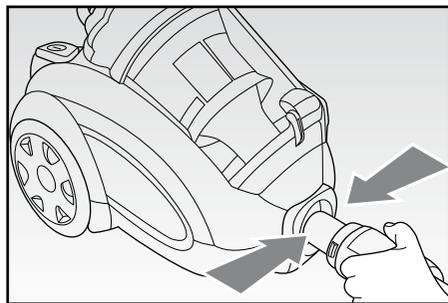

Fig. 2
- Вставить рукав (N) в апертуру впуска воздуха (H) и нажать до щелчка. Для отсоединения шланга необходимо одновременно нажать на две блокирующие кнопки (R) и вынуть его из отверстия (Рис. 2).